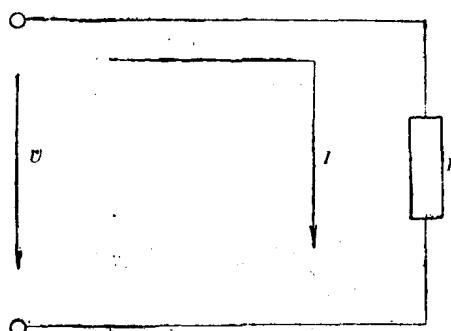

图 1-1 简化直流电路
(2) 欧姆定律 在简化的直流电路中，可把线路中所有电阻看成一个集中的电阻，如图 1-1。通过电阻 R 的电流 I (A)，与加在电阻两端的电压 U (V) 成正比，与电阻值 R (Ω) 成反比。即